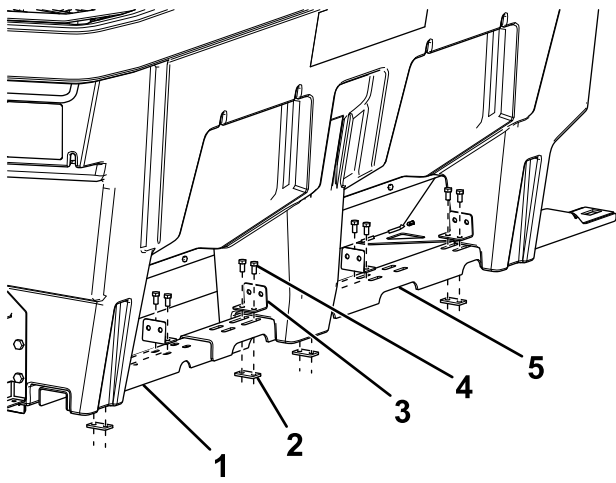

Figura 3
7. Deslice los largueros largos y cortos del bastidor debajo de las patas del esparcidor (**Figura 3**). Si el kit se instala en un esparcidor VBX 6500, los largueros cortos no se utilizan.
8. Monte provisionalmente las ocho escuadras en los largueros cerca de cada pata del esparcidor, usando 16 pernos (3/8") y 8 placas de apriete (Figura 3). Si el kit se instala en un VBX 6500, utilice 6 escuadras, 12 pernos (3/8") y 6 placas de apriete.